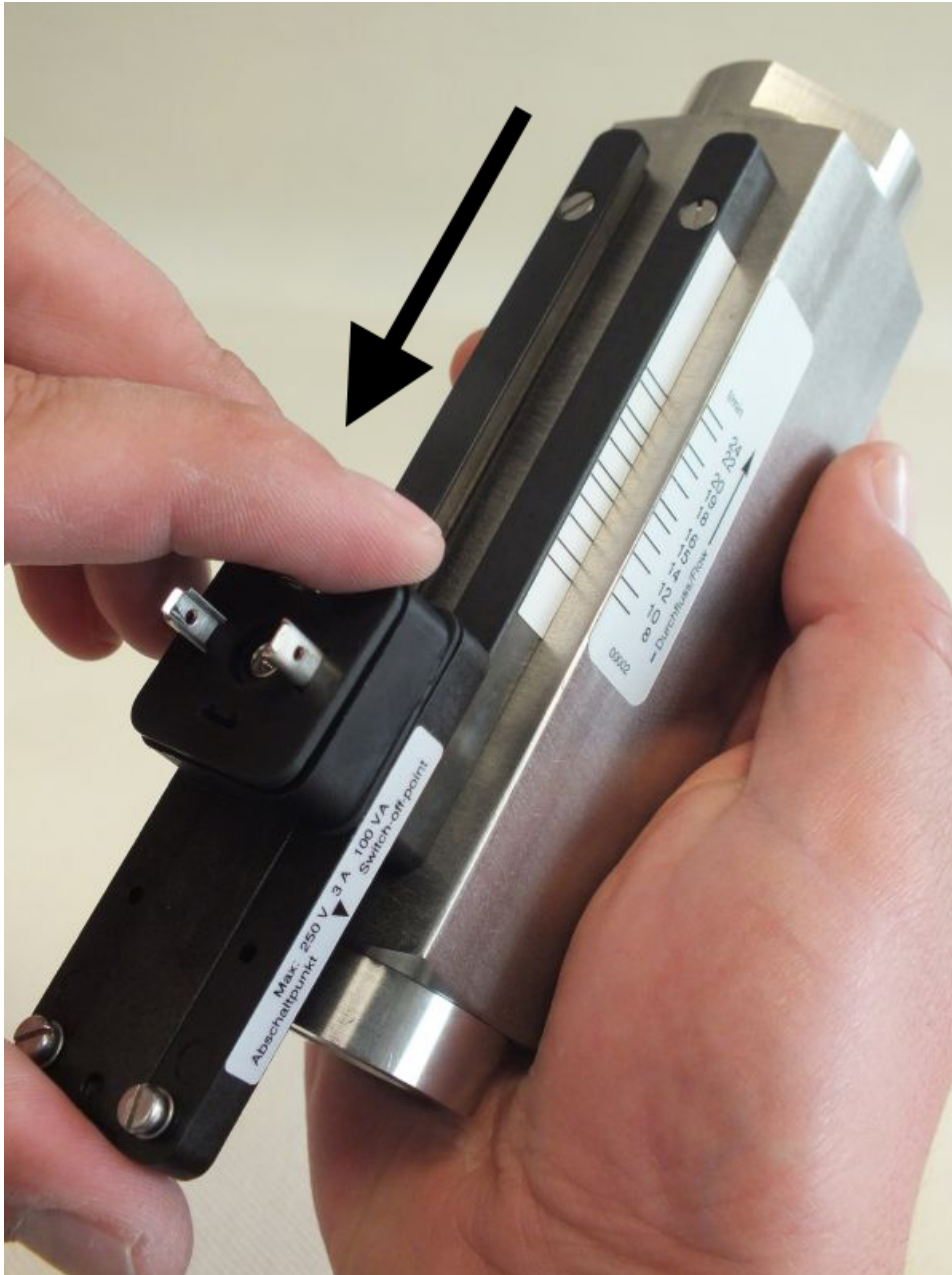

Abb. 73: Schaltkontakt aus Führung schieben
4. ➤ Den Schaltkontakt in Pfeilrichtung (Abb. 73) aus den Führungsleisten schieben